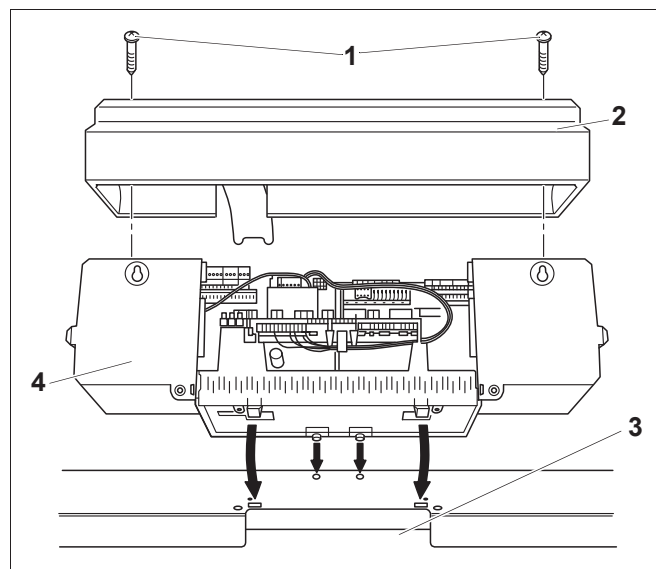
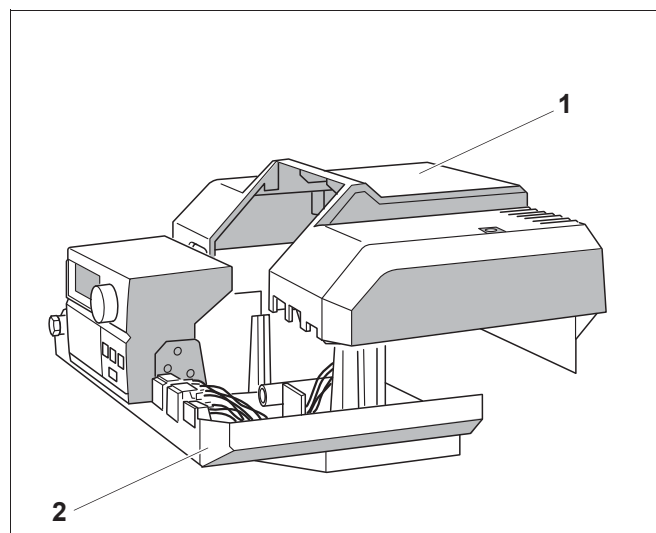

Рис. 10 Открытие и установка системы управления Logamatic 4000
Рис. 18 Установка крышки клеммного щитка
- Оба винта (рис. 10, **поз. 1**) выкрутить сверху из крышки клеммного щитка (рис. 10, **поз. 2**) и снять ее.
- Слегка наклонив систему управления вперед, установить ее так, чтобы передние крюки вошли в овальные отверстия. Систему управления подвинуть вперед и отклонить назад до защелкивания обоих упругих крюков справа и слева (стрелки на рис. 10).
- Капиллярные трубки провести через кабельный проход (рис. 10, **поз. 3**) и развернуть на требуемую длину.
- Установить крышку клеммного щитка (рис. 18, **поз. 1** и рис. 10, стр. 31, **поз. 2**) и закрепить винтами к системе управления (рис. 18, **поз. 2** и рис. 10, стр. 31, **поз. 4**).